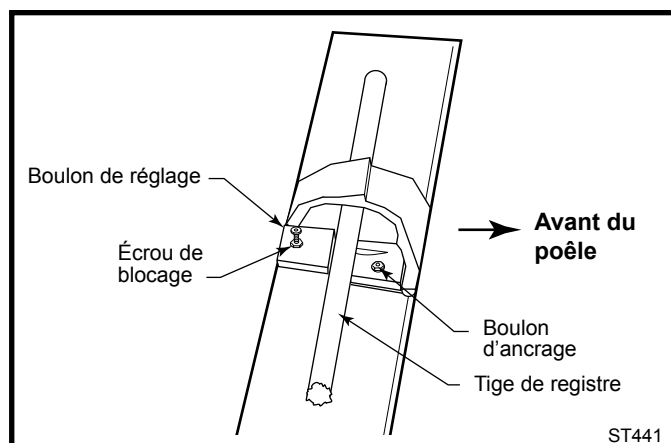

Fig. 29 Ajustement du registre.
- Desserrer l'écrou de verrouillage de la vis de réglage. (Fig. 29)